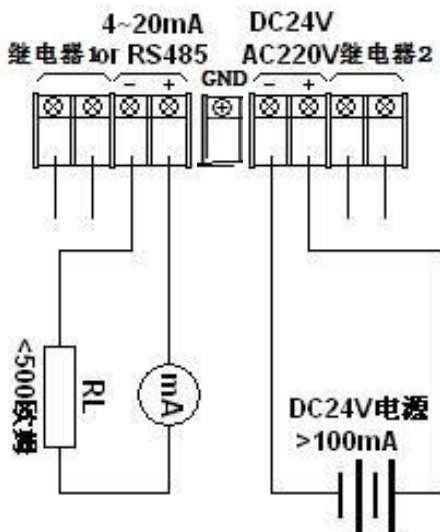

图 5.7.2 一体四线制超声波液位计接线
5.7.2 一体四线制超声波液位计接线如图 5.7.2 所示：